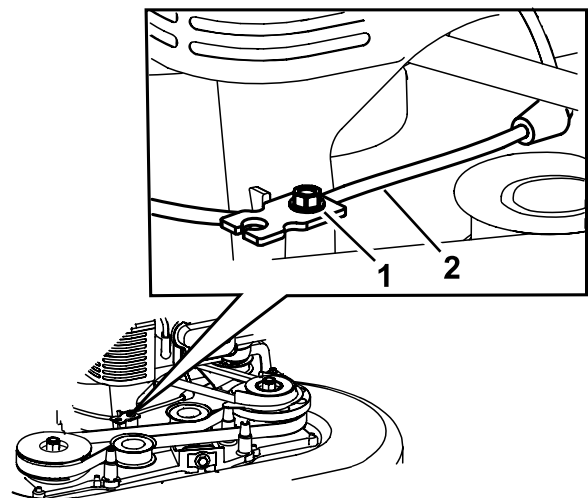

Рисунок 47
5. Ослабьте винт зажима троса (Рисунок 47).